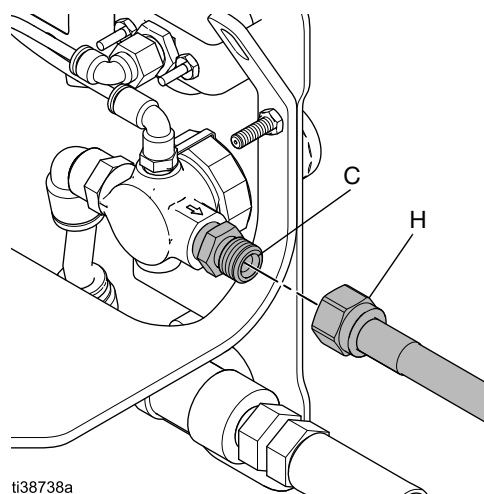

FIG. 5: Conecte la manguera de aire al regulador de aire de la pistola
2. Conecte el otro extremo de la manguera de suministro de aire a la pistola (H) al regulador de presión de aire de la pistola (C) o a la salida de la válvula de cierre de aire (A). Consulte la FIG. 5.